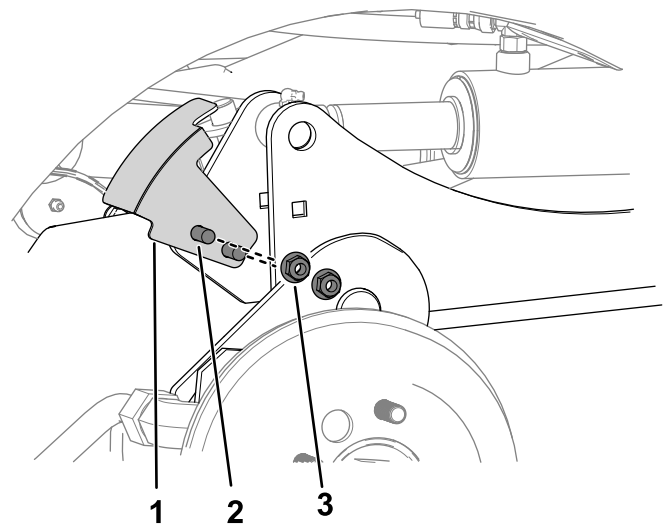

Figura 8
5. Utilice 2 pernos de cuello cuadrado y 2 tuercas ($\frac{3}{8}$ " para sujetar el soporte del sensor al brazo de elevación derecho (Figura 8).